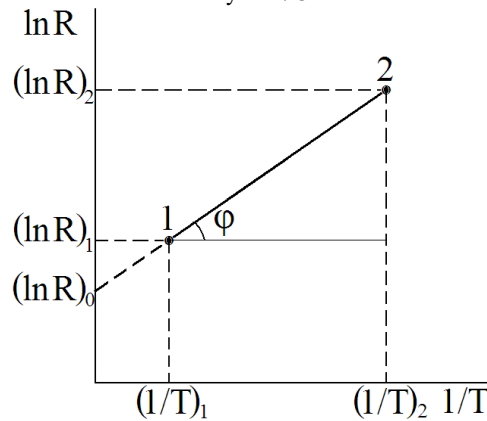

Рисунок 7.4
9. Для знаходження енергії активації E_a побудувати графік залежності $\ln R = f(1/T)$ (див. рис. 7.4). Згідно з формулою (7.1):
З формули (7.5) та рис. 7.4 легко бачити, що: